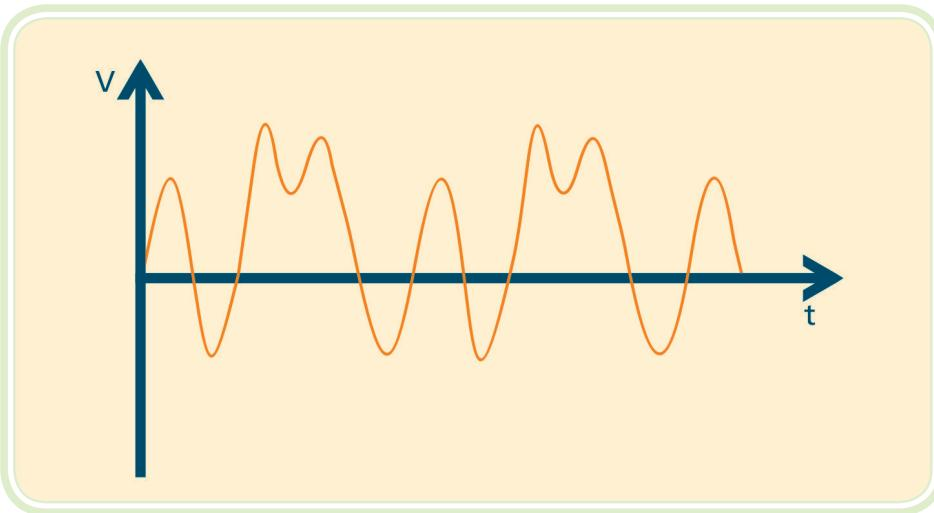

Figura 9.2: Sinal analógico
a) **Sinal analógico** – sinal que tem uma variação contínua ao longo do tempo (Figura 9.2).